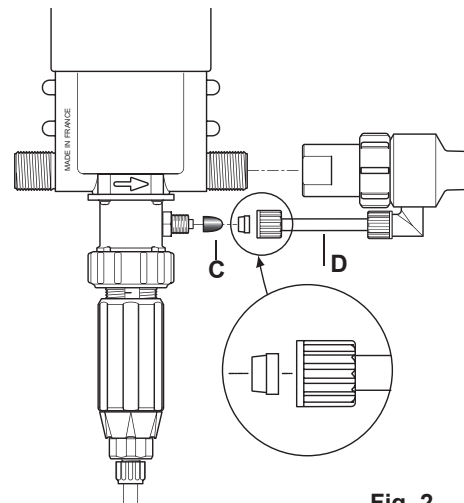

Fig. 2
Para los modelos Inyección Externa (IE) que permiten de trabajar con ciertos concentrados corrosivos, el Dosatron se entrega con un sub.-conjunto inyección externa (Fig. 2-D).
¡ ATENCIÓN ! Dejar el filtro de aspiración a 10 cm del fondo del recipiente de solución para evitar aspirar las partículas no solubles que puedan dañar el cuerpo dosificador (Fig. 2).